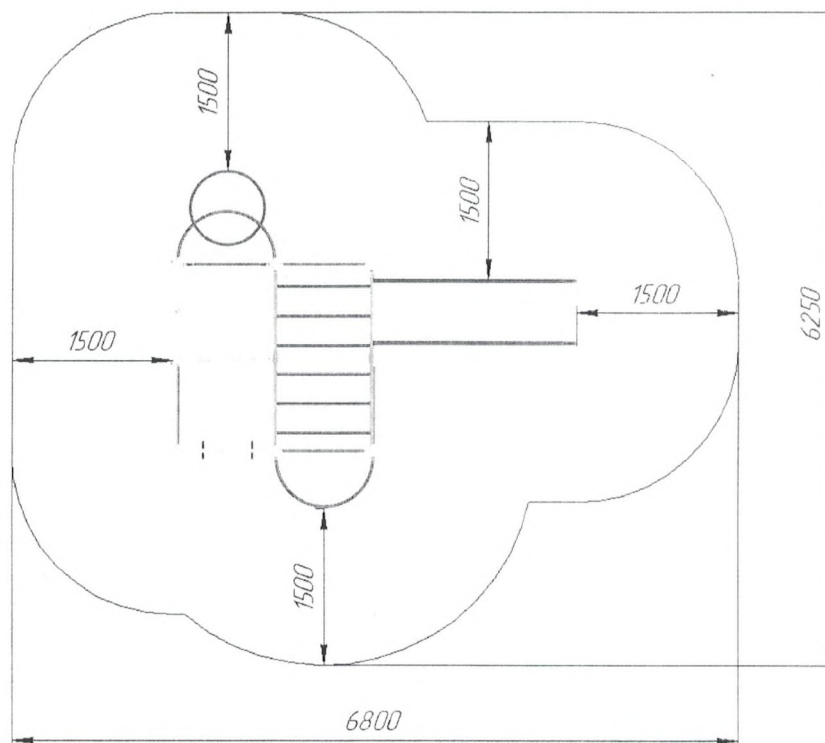

Рис.3 Зона приземления
12.3 Под изделием игровой площадки с высотой свободного падения более 600 мм должно быть ударопоглощающее покрытие по всей области приземления. При высоте свободного падения менее 600 мм в отдельных местах устраивают ударопоглощающее покрытие. Зона приземления показана на рис. 3. Высота свободного падения 2450 мм.